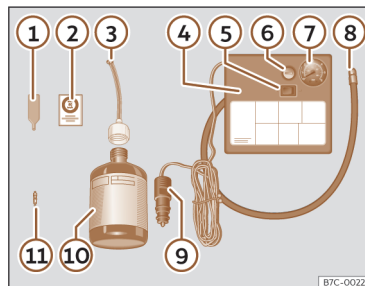

Fig. 230 Representação standard: conteúdo do kit antifuros.
O kit antifuros está localizado na bagageira, por baixo do revestimento do piso. Inclui os seguintes componentes >>> **Fig. 230:**
- Desenrosque a proteção e o obus da válvula do pneu. Utilize o aparelho >>> **Fig. 230 ①** para retirar o obus. Coloque-o numa superfície limpa.
- Agite com força a garrafa de vedante de pneus >>> **Fig. 230 ⑩**.
- Enrosque o tubo de enchimento >>> **Fig. 230 ③** na garrafa de vedante. O selo da garrafa partir-se-á automaticamente.
- Remova o tampão do tubo de enchimento >>> **Fig. 230 ③** e enrosque a extremidade aberta do tubo na válvula do pneu.
- Volte a colocar o obus com o aparelho >>> **Fig. 230 ①** na válvula do pneu.
- Enrosque o tubo de enchimento do pneu do compressor >>> **Fig. 230 ⑧** na válvula do pneu.
- Verifique se o parafuso de evacuação de ar está fechado >>> **Fig. 230 ⑥**.
- Ligue o conector >>> **Fig. 230 ⑨** a uma tomada de corrente de 12 volts do veículo >>> **Página 254**.
- Ligue o compressor de ar com o interruptor ON/OFF >>> **Fig. 230 ⑤**.
- Cole o autocolante >>> **Fig. 230 ②** no painel de instrumentos, dentro do campo visual do condutor.
>>> Fig. 230  e verifique a pressão no manómetro .